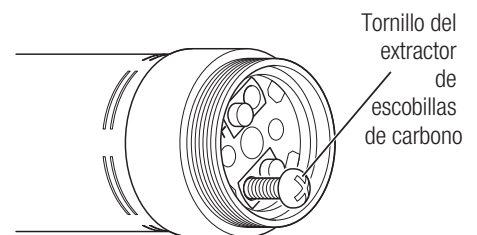

Fig. 13
- 3) Enrosque el tornillo del extractor de escobillas de carbono (incluido con las escobillas de carbono de recambio) en el orificio del tornillo dos o tres veces. A continuación, extraiga la escobilla de carbono estirando del tornillo del extractor (Fig. 13).